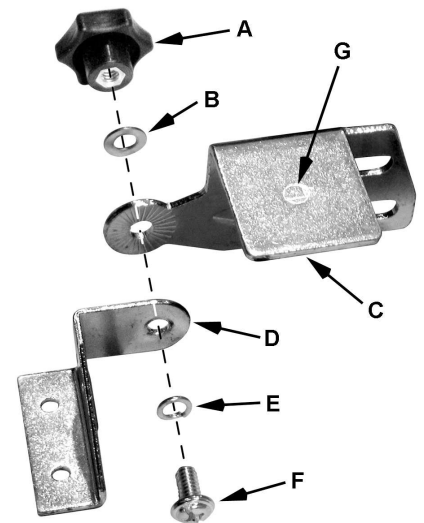

Fig 1
Der Sichtgläserträger (D, Fig 1) und der Funkenschutz (C) für die linke Seite sind mit "L" markiert. Die Teile für die rechte Seite mit "R".
Fig 1 zeigt den Zusammenbau der linken Seite.